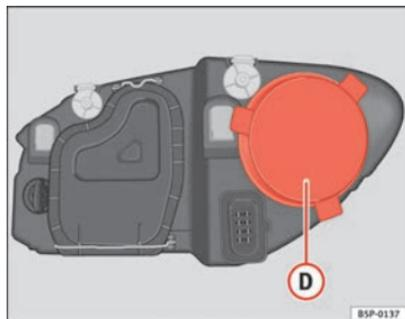

Fig. 192 Luz de presença
- Retirar a tampa ⇒ fig. 192 **D**, puxando-a.